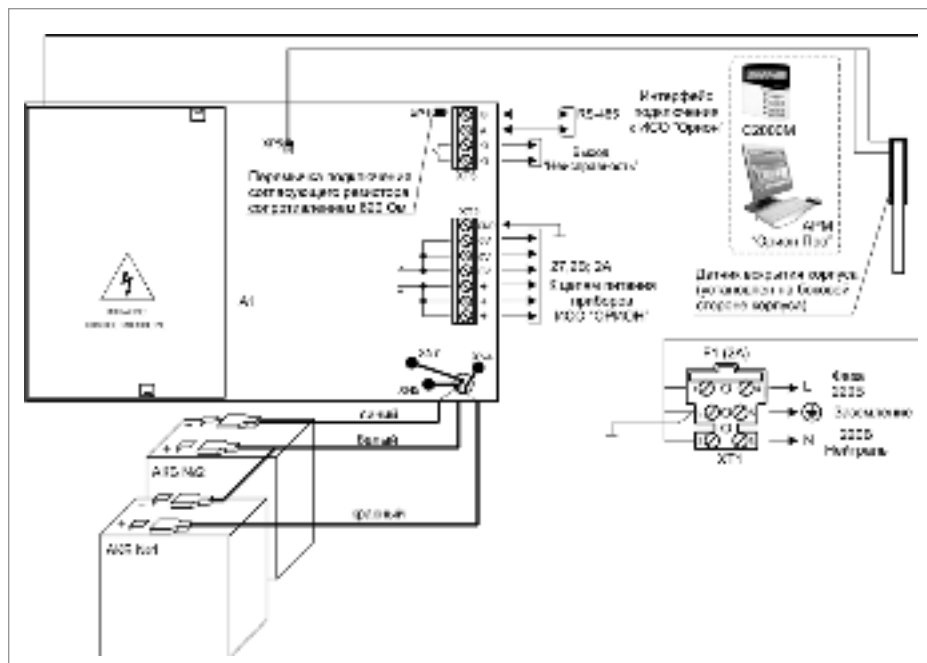

Рисунок 5. Схема внешних соединений РИП-24 исп.50 (РИП-24-2/7М4-Р-RS)
2.6. Схемы подключения РИП-24 исп.50 (РИП-24-2/7М4-Р-RS) и РИП-24 исп.51 (РИП-24-2/7П1-Р-RS) приведены на рис. 5 и 6 соответственно.
2.16. Проверьте правильность произведённого монтажа в соответствии со схемой подключения (Рис. 5 и 6).
- 2.26. Отключите АКБ от платы РИП, отсоединив контакты X1, X2, X3, X4 от клемм АКБ (см. рис. 5 и 6).